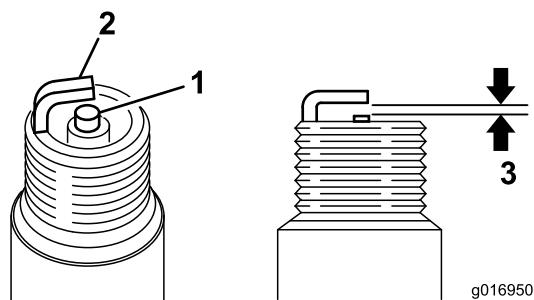

図 35
3. エアギャップを0.60.7mmに調整する図35。点火プラグをエンジンに取りつけ、23Nm 2.35kg.m = 17 ft.-lbにしっかりとトルク締めする。